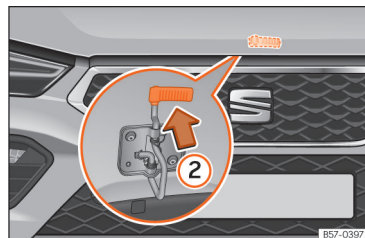

Рис. 208 Важіль відкривання капота.
- Щоб відкрити капот, натисніть на важіль під капотом дотригори >>> **рис. 208 ②**. Заскочка замка вивільняється.